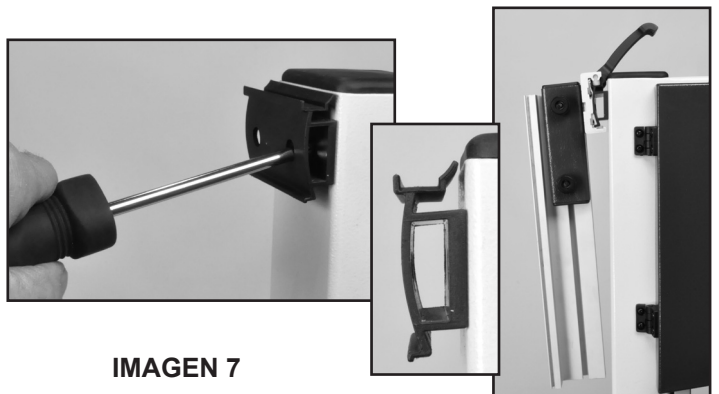

IMAGEN 7
1. Instale el panel colgante de almacenamiento del tope (#62) en la parte superior izquierda de la columna con dos tornillos Phillips (#63). Consulte la Imagen 7, que indica la posición adecuada de los bordes de la parte inferior y superior del soporte colgante. El borde más ancho, doble, debe ubicarse en la parte superior, y el borde simple, en la parte inferior. Este soporte colgante permite el almacenamiento práctico del conjunto de la guía de corte y el transportador cuando no están en uso.